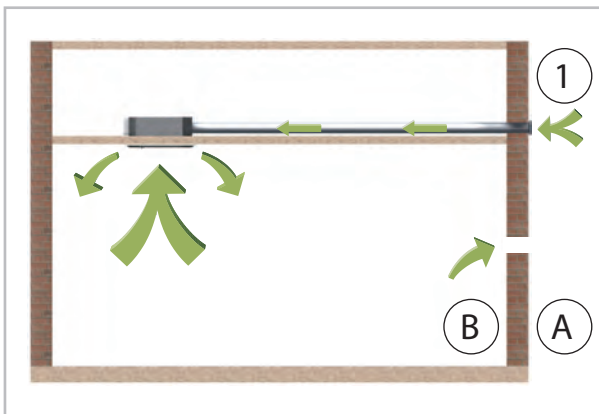

Abb. 14: Frischluftanschluss
- Für den Frischluftanschluss ist ein Bundkragen mit 65 mm zu montieren (Abb. 14).